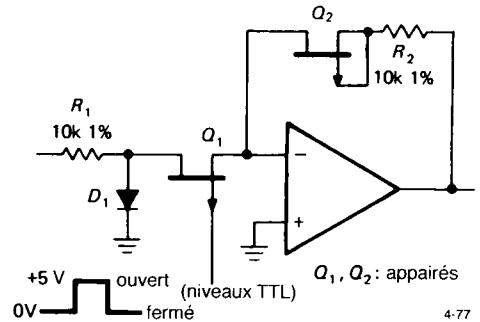

Figure 4.77 - Amplificateur à commutateur *JFET* avec compensation de  $R_{\text{ON}}$ .
*JFET* à la masse virtuelle au point de sommation d'un amplificateur inverseur. Alors, il suffit simplement de porter la grille au potentiel de la masse pour exciter le *JFET*. Ce dispositif a l'avantage supplémentaire de fournir une méthode de compensation précise des erreurs dues à  $R_{\text{ON}}$  fini et à son défaut de linéarité. La figure 4.77 montre le schéma.